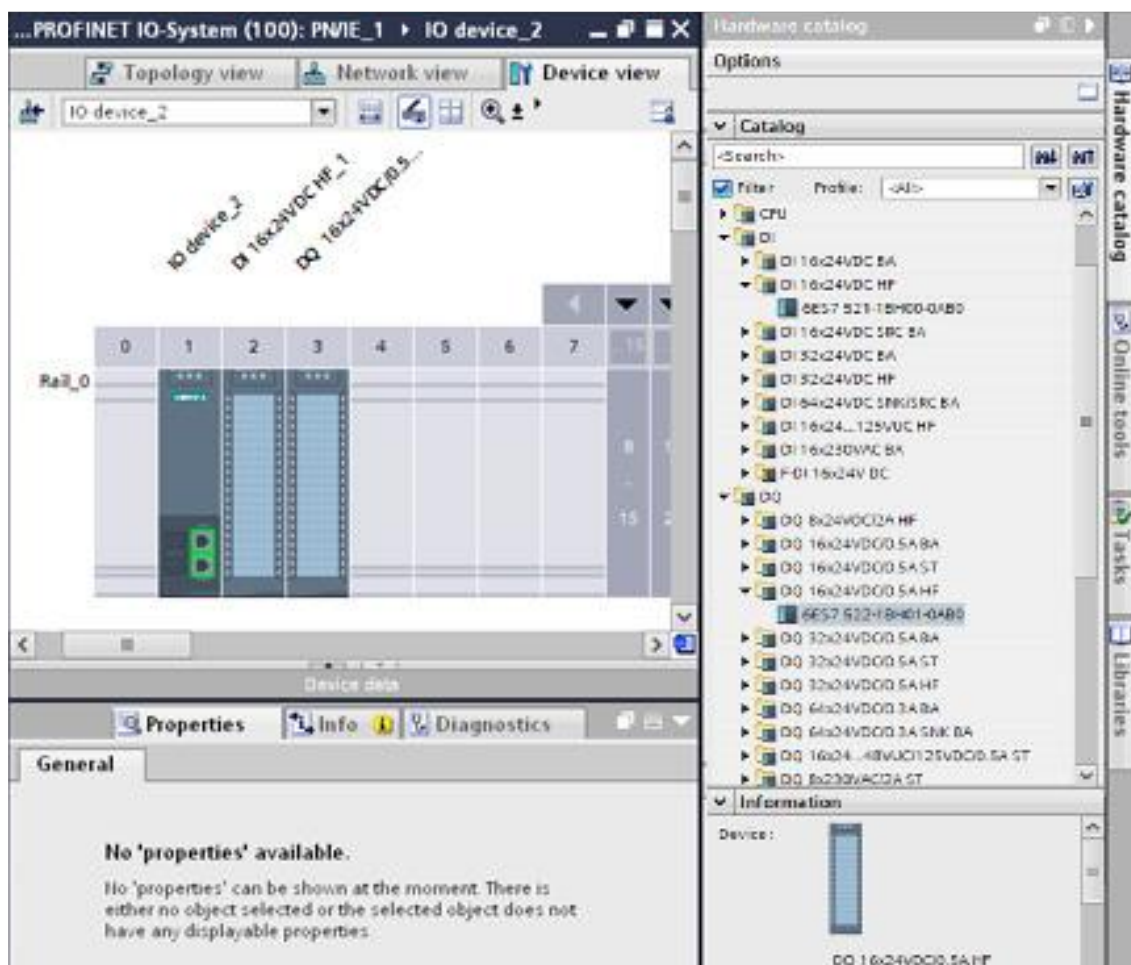

Рисунок 7.20 – Приклад механічної конфігурації станції ET 200MP
- В результаті створена механічна конфігурація станції ET 200MP з модулів вводу та виводу (див. рис. 7.20).